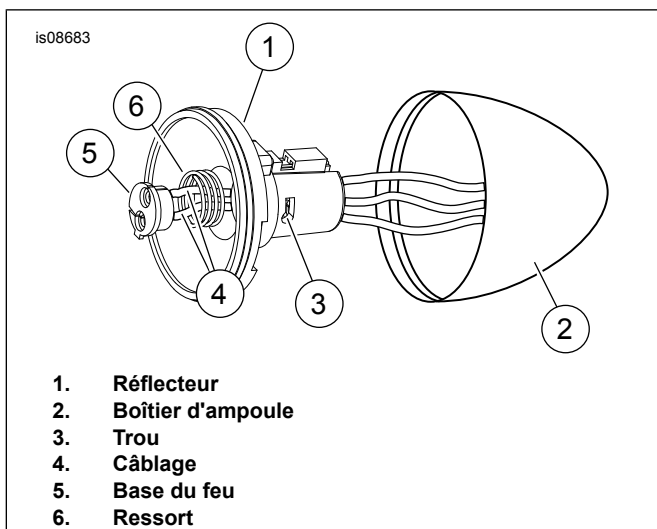

Figure 2. Douille, boîtier de feu, fils, base de borne du feu et ressort
5. Voir Figure 2 . Tirer le réflecteur (1) du feu (2). Insérer une pointe à angle droit ou une petite clé hexagonale depuis l'intérieur de la douille de l'ampoule à travers le trou (4). Retirer toutes les bornes de la base du feu (5).